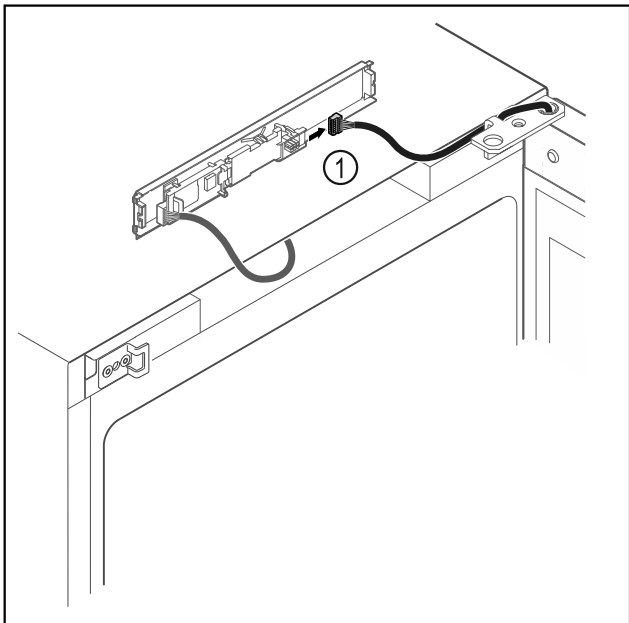

Fig. 11
- ▶ Извадете щекера Fig. 11 (1) от платката.